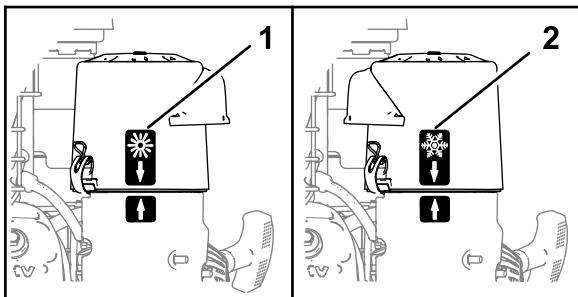

Figura 10
- Quando utilizzate la macchina in **condizioni dell'aria ambiente fredda** (temperatura dell'aria fredda e umidità), posizionate il coperchio del filtro dell'aria con l'adesivo del fiocco di neve rivolto verso l'esterno (Figura 10).
- Quando utilizzate la macchina in **condizioni dell'aria ambiente normale**, posizionate il coperchio del filtro dell'aria con l'adesivo del sole rivolto verso l'esterno (Figura 10).